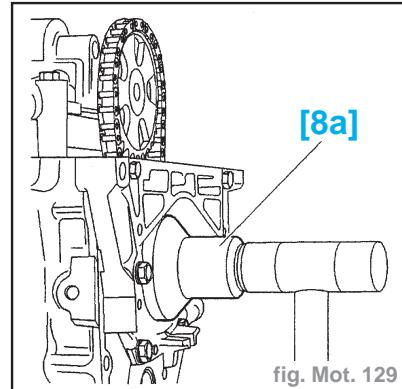

fig. Mot. 129
- Reposer la bague d'étanchéité à l'aide de l'outil [8a] (-.0188-A1) (fig. Mot. 129).